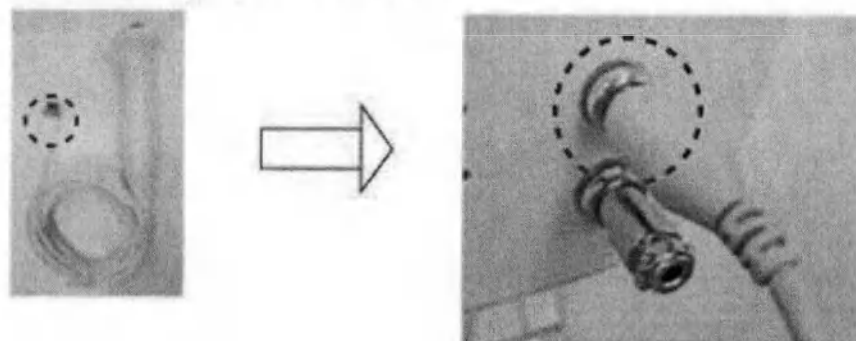

Рисунок 17 – Установка кнопки аварийной остановки
7. Как показано на рис. 17, подключите разъем кнопки аварийной остановки к основному блоку. Разъем для подключения кнопки аварийной остановки расположен на задней стенке основного блока.